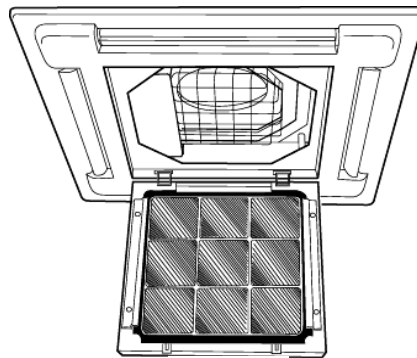

fig 2
2. Åpne filtergitter forsiktig ned (fig 2)